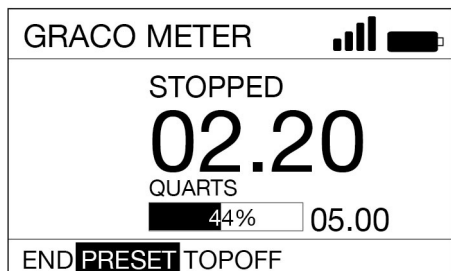

Fig. 35
4. Utilice las FLECHAS IZQUIERDA o DERECHA para seleccionar PRESET (H). Pulse el botón INTRO (Fig. 35).